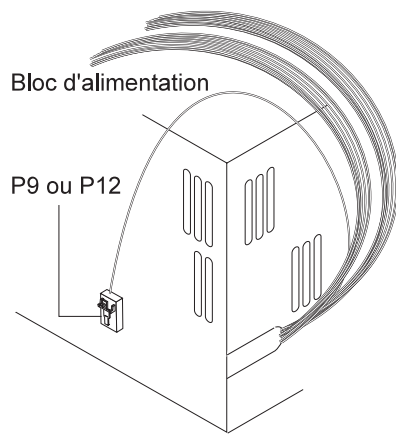

Figure 2-5. Bloc d'alimentation du PC
- 2 Localisez le bloc d'alimentation de votre système (voir la figure 2-5, à la page 2-8).
- 3 Si le bloc d'alimentation du PC est équipé d'un cordon d'alimentation portant la mention **P9** ou **P12**, comme illustré dans la figure 2-5, passez à la section «Connexion du câble de réveil sur réseau local combiné à 3 voies».